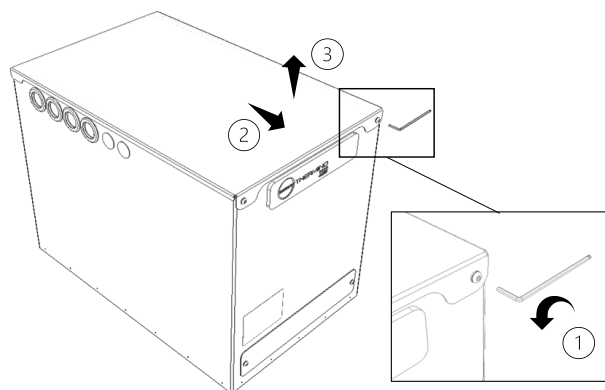

Abbildung 6 – Entfernen des Deckels der Thermino Wärmebatterie
- Deckel abnehmen. Der Deckel wird an der Vorderseite mit 2 x M5- Zylinderschrauben mit Innensechskant und an der Rückseite mit zwei Fixierstiften gesichert (Abbildung 6):
- (1) Entfernen Sie die 2 x M5-Zylinderschrauben mit Innensechskant mit einem 3-mm-Sechskantschlüssel und legen Sie sie beiseite.
- (2) Schieben Sie den Deckel nach vorne, (3) heben Sie den Deckel dann an und legen Sie ihn zur Seite.